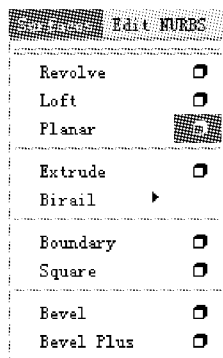

图 3-23 单击平面命令后的图标
(2) 选择 Surfaces 模块,选择曲线与曲面,单击 Surfaces(曲面)→Planar(平面)命令后面的  图标进行设置,如图 3-23 所示。